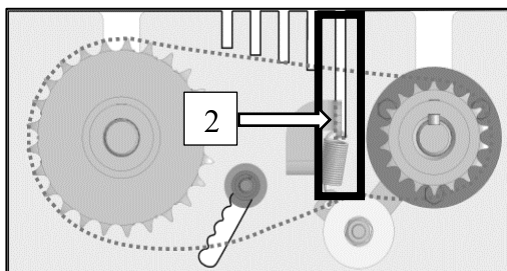

Рисунок 33 – Положение фиксатора
2. Установить фиксаторы (2) натяжного ролика в самую глубокую риску корпуса коробки, рис. 33.